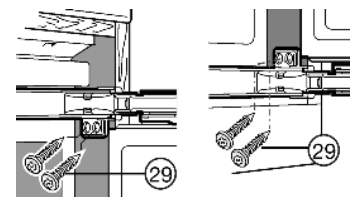

Fig. 22
- ▶ Fissare a vite l'apparecchio nella nicchia: Avvitare con viti per truciolare Fig. 22 (29) inserite nelle cerniere sulle due porte, in alto e in basso.